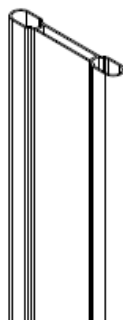

Figure 4
- Latte verticale 44 mm : voir figure 4